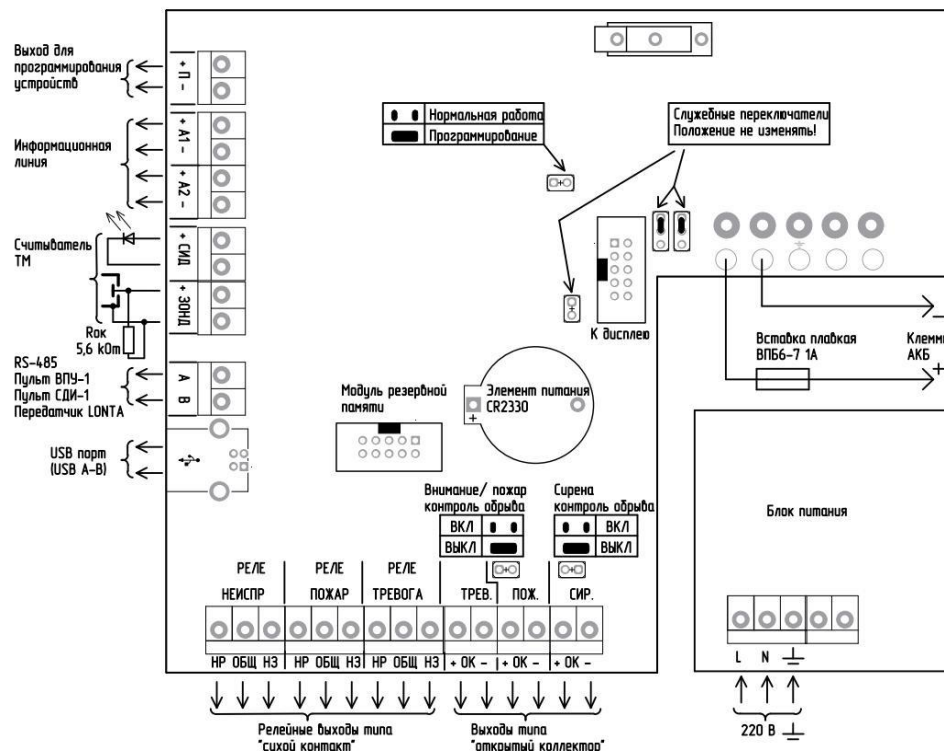

Рис. 3. Расположение клемм подключения на системной плате АПКП.
5.1.3. На блоке питания АПКП (рис.3) расположены клеммы питания  $\approx 220\text{В}$  и заземления.
5.1.4. На системной плате (рис.3) расположены клеммы:
5.1.5. На системной плате рис.3 расположен также порт USB для подключения компьютера и разъем для установки дополнительной платы памяти.
5.1.7. На системной плате рис.3 расположены три перемычки (три джампера):